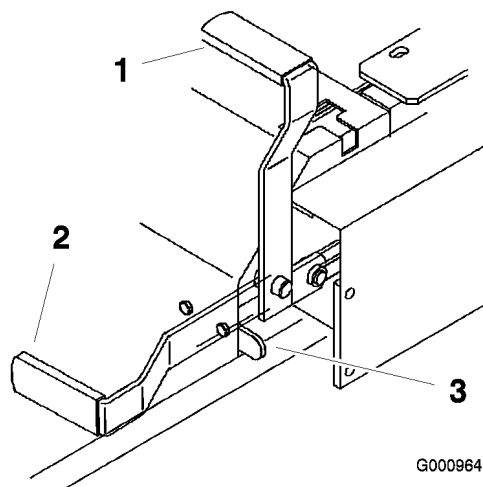

Figura 11
2. Tirate in fuori ed alzate la leva del freno di stazionamento per inserire il freno (Figura 11). La leva del freno di stazionamento deve rimanere saldamente inserita.
Spingete in avanti ed abbassate la leva del freno di stazionamento per rilasciare il freno (Figura 11). Il freno di stazionamento è disinserito e la leva poggia contro l'arresto del freno.